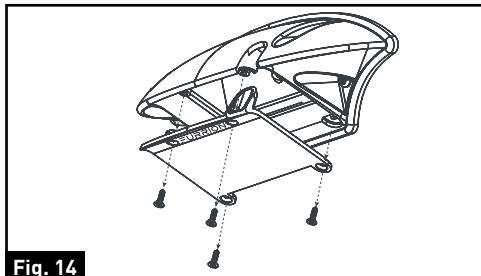

Fig. 14
- Si solo está instalando el soporte de montaje, asegure el cable de alimentación de la cámara dentro del montaje y coloque la cubierta. (Fig. 14)